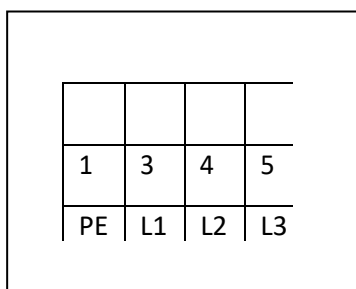

Рисунок 22
- Источник питания: 400 В переменное трехфазное подключение и электрическая цепь, состоящая из 4 проводов (4 X 2.5 мм²) подключается к линиям L1, L2, L3 и PE, которые отвечают за входящий зажим провода в коробке управления. В первую очередь проводится заземление PE (рисунок 22) и затем подключение болтов заземления двух платформ.